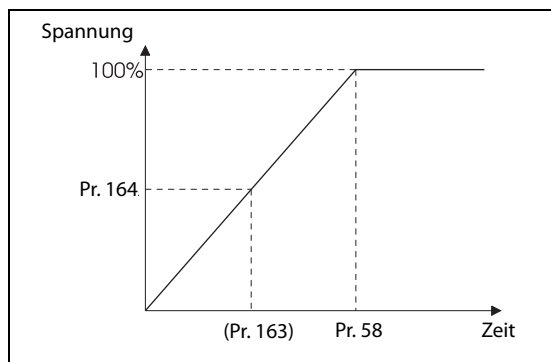

Abb. 5-274:
- Parameter 163 und 164 ermöglichen eine Einstellung des Anstiegs der Ausgangsspannung bei einem Wiederanlauf, wie in Abb. 5-274 gezeigt.